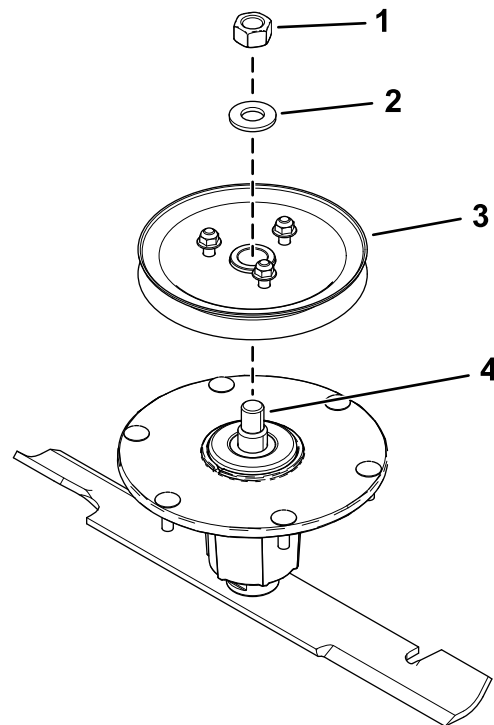

**Figura 8**
4. Instale sem apertar as três porcas nas cavilhas (Figura 8).